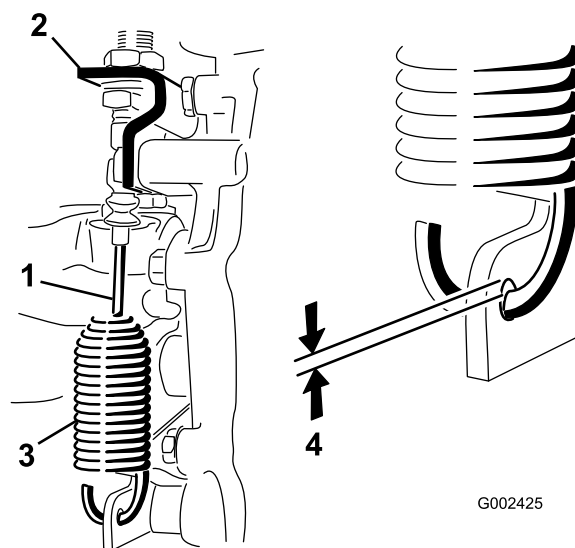

Рисунок 56
2. Ослабьте гайки, которые крепят трос блокировки дифференциала к кронштейну на коробке передач (Рисунок 56).